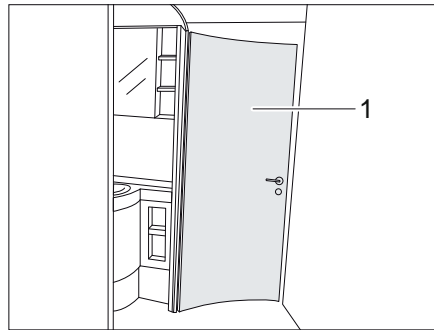

Fig. 147 Cuarto de baño
La puerta de la zona de aseo (Fig. 147,1) se puede bloquear según equipamiento a un amplio cuarto de baño en 1-3 anchos de abertura diferentes. Dependiendo del ancho de abertura seleccionado se interconectan diferentes partes de habitación.
- ▷ La puerta de la zona de aseo (Fig. 147,1) no debe utilizarse durante el viaje como separador de habitación. Llevar la puerta a la posición inicial (zona de aseo aislada).